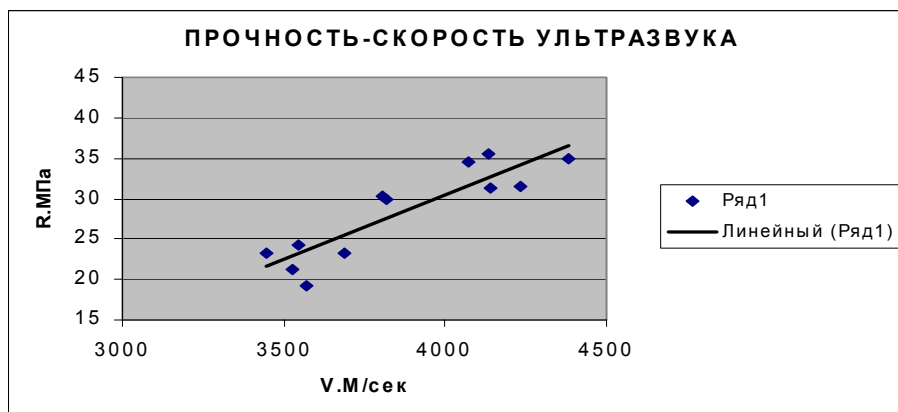

Рис. 4. Этап 2.5.
2.5. Щелкнув левой кнопкой мышки выделите диаграмму. Затем щелкните мышкой по надписи «ДИАГРАММА» в верхней командной строке экрана. В открывшемся окне щелкните надпись «ДОБАВИТЬ ЛИНИЮ ТРЕНДА», далее выберите линейную зависимость и далее «ОК». На диаграмме появится прямая, аппроксимирующая зависимость скорость (время) ультразвука – прочность бетона (рис. 4).